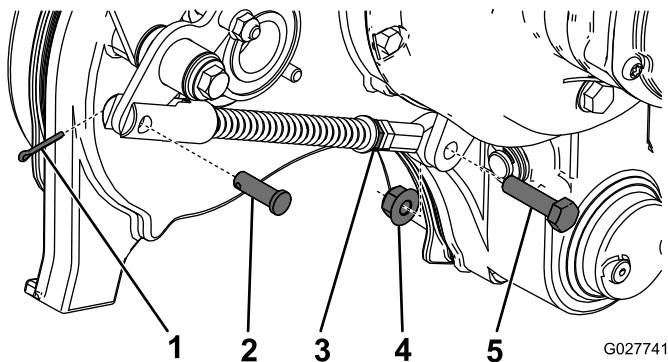

Figura 47
3. Retire o gancho, passador de forquilha, porca e parafuso que prendem o elo da manivela à máquina (Figura 47).
5. Aperte a porca de bloqueio e instale a manivela utilizando os dispositivos previamente removidos (Figura 47).